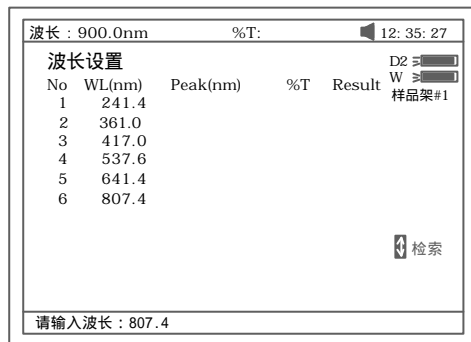

图 96
- a. 按【F1】设置极值处波长。输入波长后按【ENTER】确认(图 96). 按【↑】或【↓】键可输入更多的波长。按【CLEAR】键可以清掉已输入的波长。按【ESC/STOP】键退出该界。